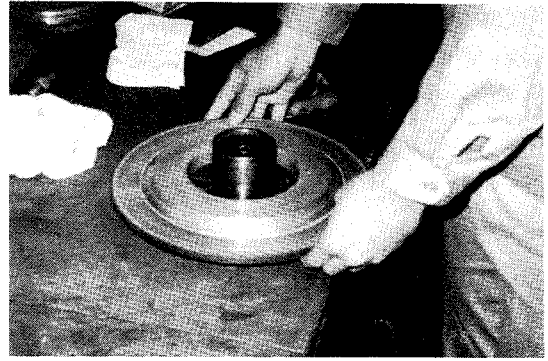

図1-8
(3) ダイヤモンド砥石を固定側フランジにはめ込む。
- ・フランジにそっとはめ込む。この場合、砥石を無理な力でフランジに押し込まないように注意する（図1-8）。